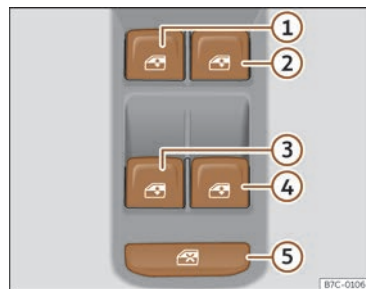

Fig. 82 Détail de la portière du conducteur : commandes des vitres.
La commande de sécurité >>> **fig. 82** ⑤ située sur la porte du conducteur vous permet de désactiver les touches des lève-glaces sur les portes arrière.